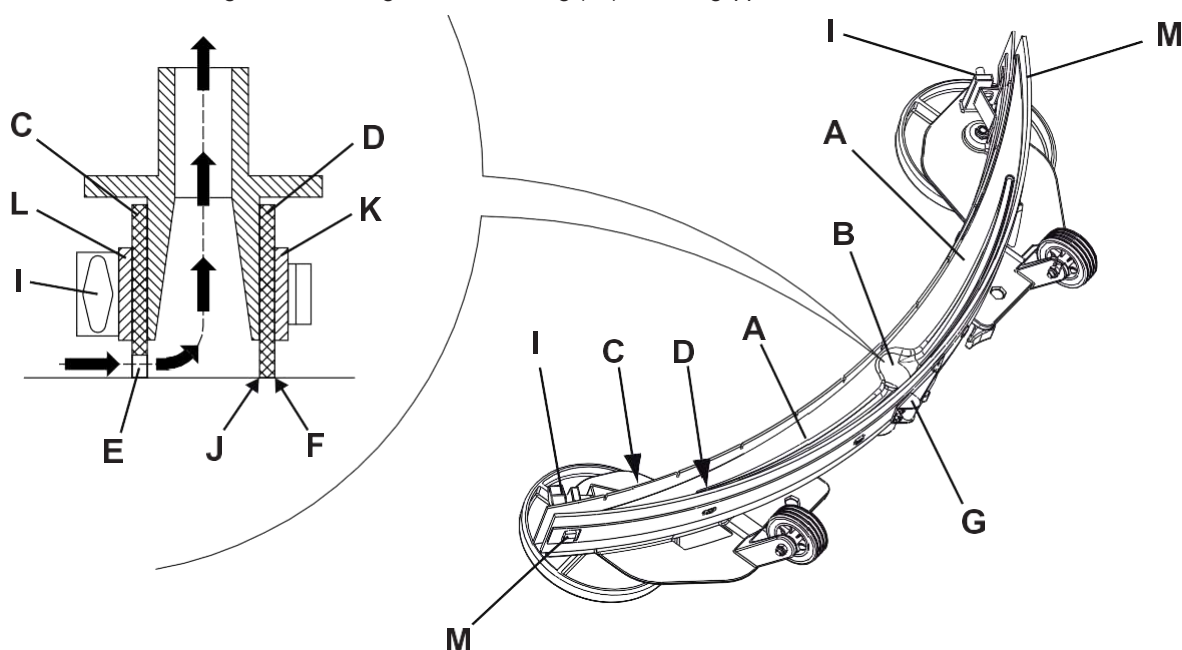

Abb. 11
- Das Gerät ausschalten, indem der Schalter (66) etwa eine Sekunde lang gedrückt wird.
- Sauglippe (25) mit dem Hebel (10) absenken.
- Die Sterngriffe (26) lösen und die Sauglippe (25) entfernen.
- Trennen Sie den Vakuumschlauch (15) von der Sauglippe.
- Die Sauglippe (Abb. 11) waschen und reinigen. Insbesondere die Hohlräume (A, Abb. 11) und die Bohrung (B) reinigen. Überprüfen Sie das vordere Blatt (C) und das hintere Blatt (D) auf Integrität, Schnitte und Risse. Ersetzen sie diese (siehe die Vorgehensweise im nachfolgenden Paragraphen).
- Die Sauglippe (Abb. 11) reinigen, und dabei wie angegeben im vorhergehenden Abschnitt vorgehen.
- Überprüfen, ob die Fugenkanten (E) des vorderen (C) und die Fugenkanten (F) des hinteren Gummis (D) gleichzeitig in ihrer gesamten Länge auf dem Fußboden aufsitzen. Andernfalls wie folgt ihre Höhe einstellen:
- Zugstange (G) entfernen, Haltevorrichtungen (M) lösen und hinteren Gummi (D) einstellen. Haltevorrichtungen einrasten und Zugstange einbauen.
- Sterngriffe (I) lösen und vorderen Gummi (C) einstellen. Sterngriffe wieder festdrehen.
- Überprüfen, ob der vordere (C) und der hintere Gummi (D) unversehrt sind und keine Schnitte oder Risse aufweisen, gegebenenfalls wie folgt austauschen. Prüfen auch dass der hintere Gummi keine abgenutzten Vorderkanten (J) hat; ansonsten das Wischblatt umkehren und auf seinen Platz eine von den drei noch vollständige Kanten anbringen. Falls die anderen Kanten ebenfalls abgenutzt sind, ersetzen Sie das Wischblatt, indem Sie wie folgt vorgehen:
- Zugstange (G) entfernen, Haltevorrichtungen (M) lösen, Haltestreifen (K) abnehmen und hinteren Gummi (D) umdrehen/ austauschen. Das Wischblatt in der umgekehrten Reihenfolge des Ausbaus einbauen.
- Sterngriffe (I) aufdrehen, Haltestreifen (L) abnehmen und vorderen Gummi (C) austauschen. Das Wischblatt in der umgekehrten Reihenfolge des Ausbaus einbauen.